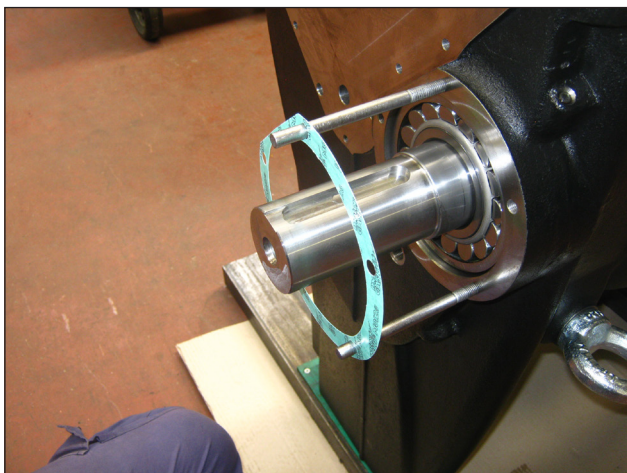

Рис. 92
**Для облегчения операции используйте два направляющих штифта (Рис. 92, Рис. 93 и Рис. 94).**